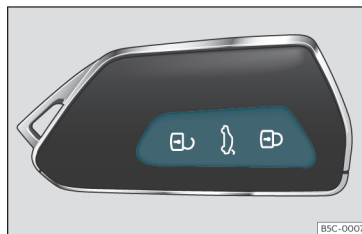

Fig. 78 Chiave con telecomando: tasti.
- Blocco: premere il tasto  » fig. 78.